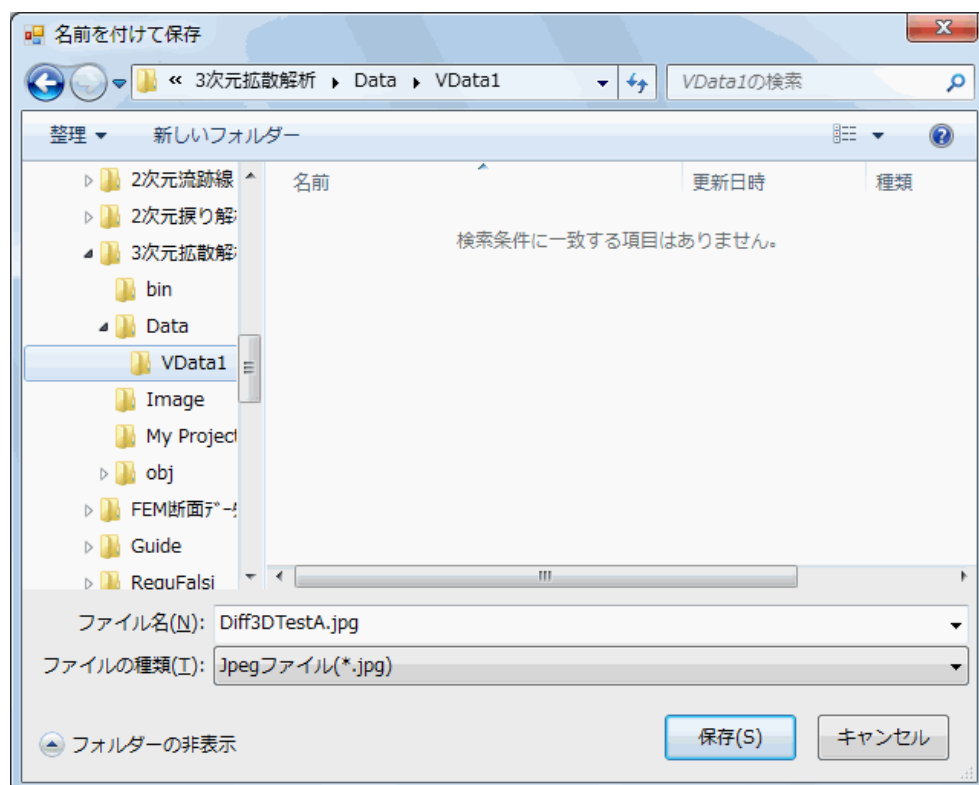

図6-16 ファイル保存コンマダイアログ画面
- ⑦本画面で「コピー印刷」ボタンをクリックすると、プリンターで画面コピーを印刷できます。
- ⑧等濃度線図スライドを一括ファイル保存できます。まず、「保存ファイル設定」ボタンをクリックすると、図6-16のファイル保存コモンダイアログ画面が表示されます。同画面で任意のディレクトリーにjpgファイル名を設定してください。